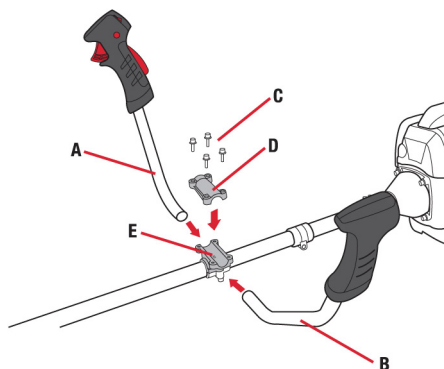

Fig. 1
1. Para instalar el mango se necesitan los siguientes componentes que vienen con el equipo: El mango "A y B", los tornillos "C" y los soportes "D y E". (Fig.1)